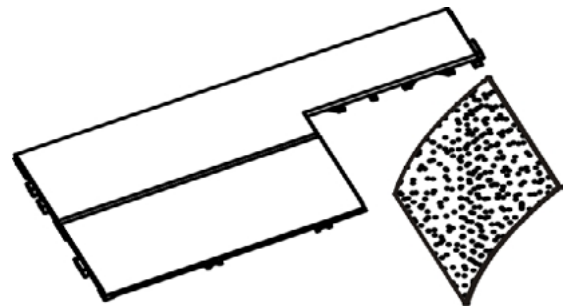

图 15
- 4 如图 15 所示，切割后，用砂纸打磨掉切割处的毛刺。